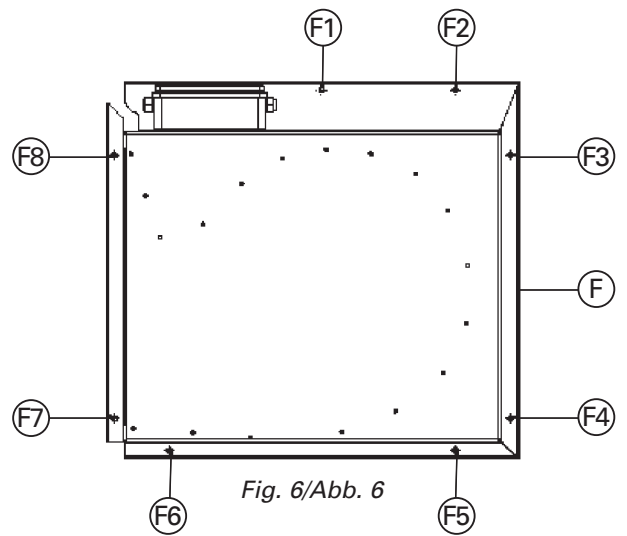
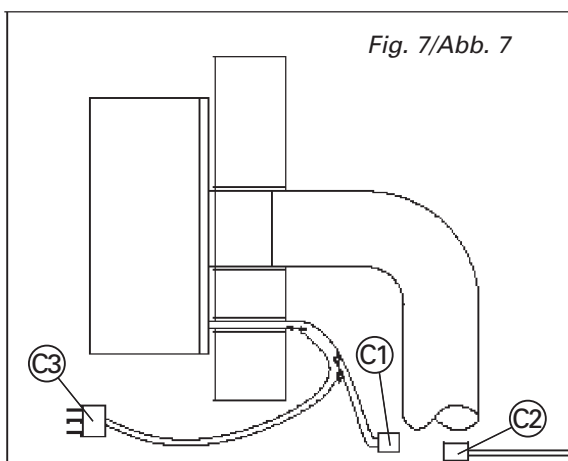

Fig. 6/Abb. 6
Fig. 7/Abb. 7
- 1) Placer la bride supérieure (F) de l'appareil sur le point déterminé pour le fixage, marquer tous les trous prévus pour le fixage (F1...F8), percer et insérer les chevilles fournies. Le diamètre des trous dépend du diamètre des chevilles (cf. fig.6).
Exécuter ensuite les opérations suivantes (cf. fig. 7):
- 1) Apoyar la brida superior (F) del aparato sobre el punto establecido para la fijación, señalar todos los agujeros previstos para el montaje (F1...F8), agujerear y poner los tacos incluidos. El diámetro del agujero depende del diámetro de los tacos (ver fig. 6). Seguir sucesivamente las siguientes operaciones (ver fig. 7)
- 6) Fijar el aparato sin el cárter externo de acero, previamente separado del aparato, teniendo cuidado de alinear los agujeros de la brida superior (F) del aparato con los agujeros que se han hecho previamente en la pared. Atornillar utilizando los tornillos incluidos.